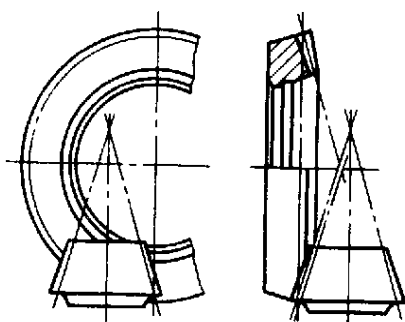

图 15
2.5 准双曲面圆锥齿轮啮合，渐开线圆锥齿轮啮合和两轴线成非直角的圆锥齿轮啮合，见图15~18。